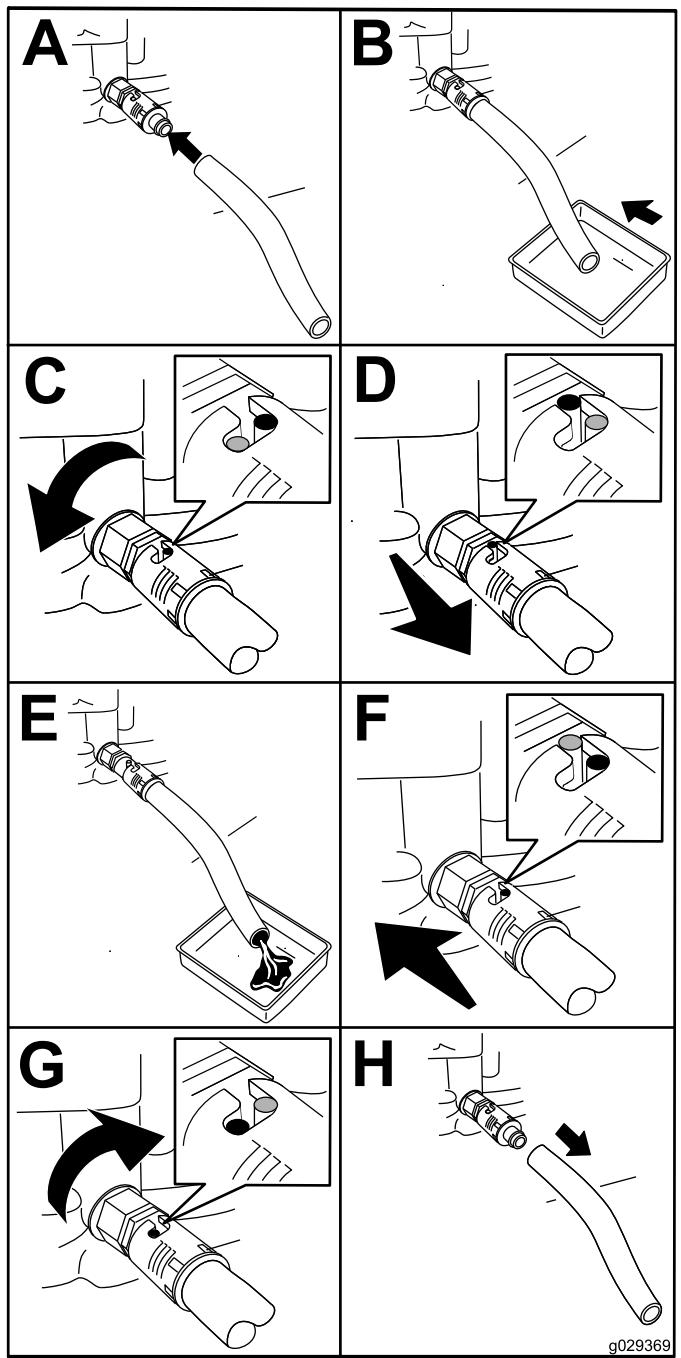

Рисунок 40
- Слейте масло из двигателя (Рисунок 40).